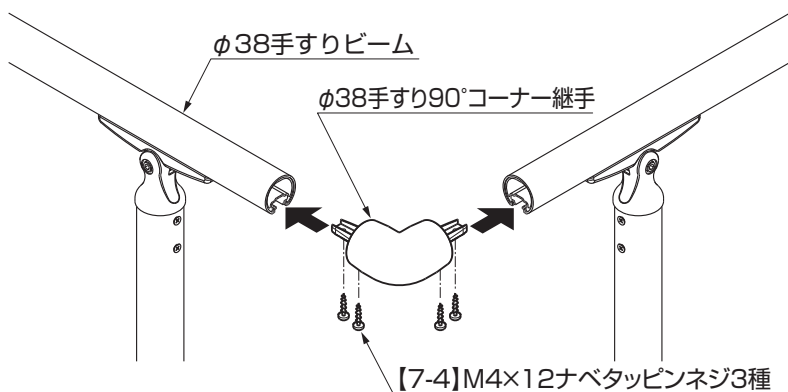

図3-11
③ φ38手すり90°コーナー継手をφ38手すりビームに挿入して、【7-4】で取付けてください。(図3-11参照)